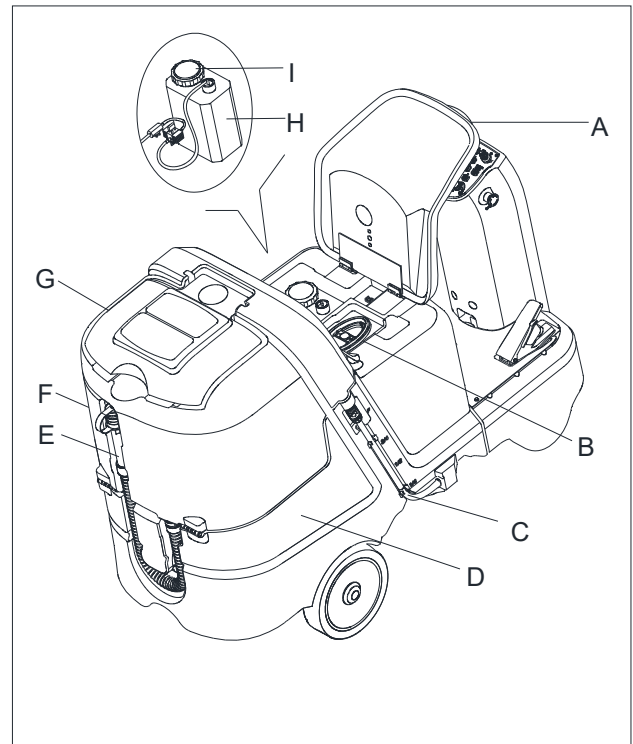

Abbildung 10
1. Sitz umdrehen (A, Abbildung 10).
2. (Für Maschinen ohne chemisches Mischsystem) Verwenden Sie den vorderen Einfüllstutzen (B, Abbildung 10) und/oder den hinteren Einfüllstutzen (C, Abbildung 10), um den Behälter (D, Abbildung 10) mit einem geeigneten Lösungsmittel für die durchzuführende Arbeit zu befüllen. Bis zur Referenzmarkierung "F" des Mengenüberprüfungsschlauchs (C, Abbildung 10) nachfüllen. Befolgen Sie immer die Verdünnungsanweisungen auf dem Etikett des chemischen Produktes, das benutzt wird, um die Lösung zuzubereiten. Die Temperatur der Lösung darf + 40 °F (+ 104 °C) nicht überschreiten.
- (Für Maschinen ohne chemisches Mischsystem) Verwenden Sie den vorderen Einfüllstutzen (D, Abbildung 10) und/oder den hinteren Einfüllstutzen (B, Abbildung 10), um den Behälter (C, Abbildung 10) mit einem geeigneten Lösungsmittel für die durchzuführende Arbeit zu befüllen Bis zur Referenzmarkierung "F" des Mengenüberprüfungsschlauchs (C, Abbildung 10) nachfüllen. Befolgen Sie immer die Verdünnungsanweisungen auf dem Etikett des chemischen Produktes, das benutzt wird, um die Lösung zuzubereiten. Die Temperatur der Lösung darf + 40 °F (+ 104 °C) nicht überschreiten.
- Öffnen Sie die Abdeckung (G, Abbildung 10) und prüfen Sie, ob der Schmutzwasserbehälter (F, Abbildung 10) leer ist, ansonsten entleeren Sie ihn mit dem Ablaufschlauch (E, Abbildung 10).
- Drehen Sie vorsichtig den Schmutzwasserbehälter (F, Abbildung 10) um.
- Öffnen Sie die Kappe (I, Abbildung 10).
- Ersetzen oder befüllen Sie den Behälter (H, Abbildung 10) mit jeglichem Standard-Gallonenbehälter an Reinigungsmittel, das für die durchzuführende Arbeit (hochkonzentriertes Reinigungsmittel) geeignet ist. Den Reinigungsmittel-Tank nicht komplett befüllen, lassen Sie ein paar Zentimeter Freiraum zum Rand.
Um einen neuen Behälter zu installieren, bestimmen Sie die Kappengröße und wenn es die kleinere Kappengröße ist, entfernen Sie den Verringerungsadapter von der Schlauchkappe (I, Abbildung 10). Geben Sie den Saugschlauch in den Behälter (H, Abbildung 10). Drücken Sie fest und drehen Sie sie gleichzeitig die Kappe (I), um die Kappe wieder auf dem Behälter (H, Abbildung 10) zu befestigen. Im Falle eines neuen Systems, eines entleerten Systems für die Reinigung etc., warten Sie, bis sich die Schläuche aufgefüllt haben, bevor Sie das chemische Mischsystem starten.